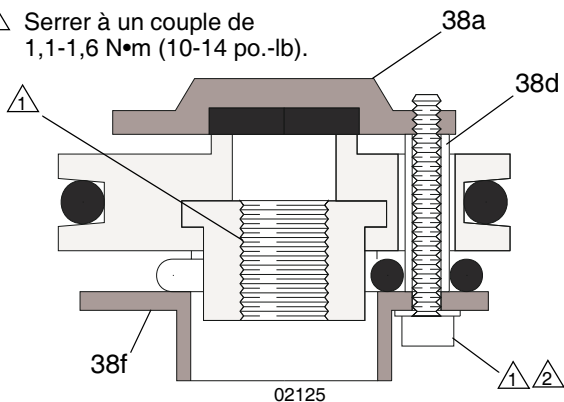

FIG. 12
- Si l'une des entretoises (38d) des clapets est endommagée, remplacez les trois pour assurer un écartement correct entre les clapets (18a, 18f) et les sièges. Voir FIG. 12.